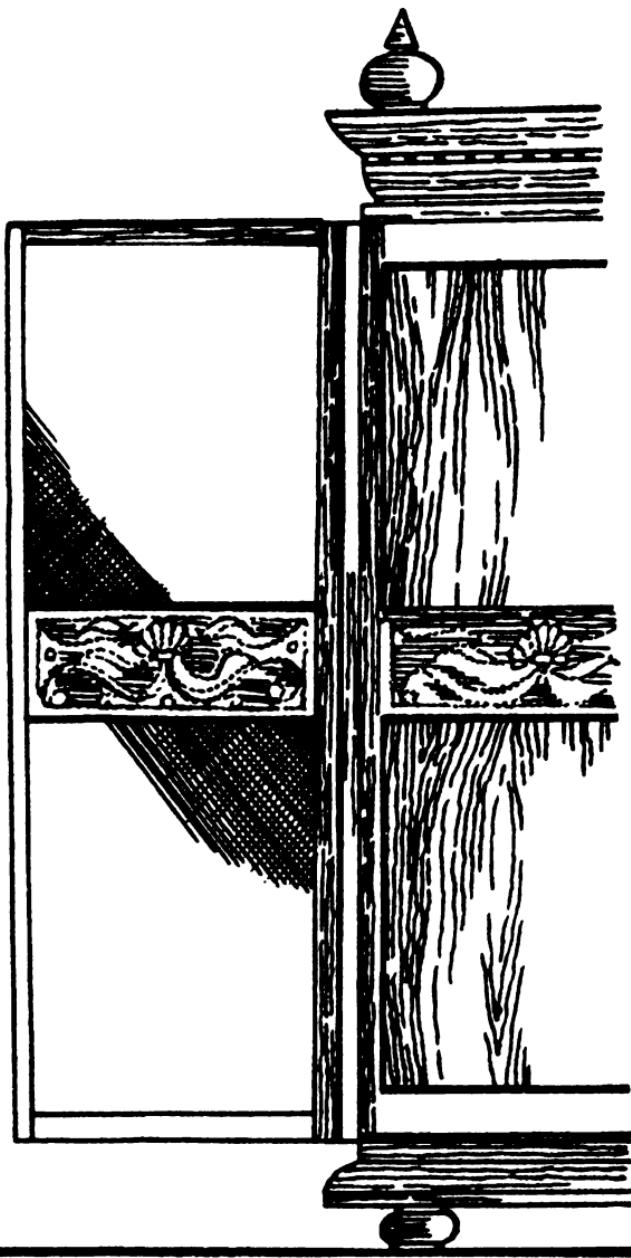

Рис. 186.
- В малогабаритных квартирах, где часто нет места для хранения хозяйственных мелочей, можно использовать место по бокам шкафа. (Рис. 184). Для этого к шкафу нужно прикрепить на шарирных петлях легкие рамы-двери. Вид рам может быть разным. Например: рамы полностью обтянутые тканью, рамы с резьбой (рис. 186), а оставшееся свободное пространство также обтянутое тканью, и третий вариант — рама, полностью заполненная ажурной резьбой. (Рис. 188).
том и рамой. Ткань крепят к раме мебельными скобами. (Рис. 186).